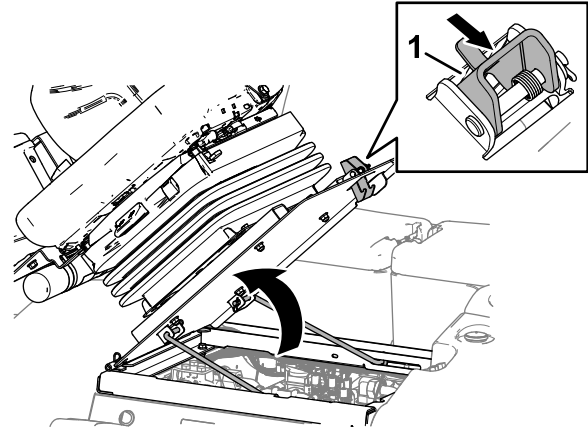

Рисунок 107
1. Переместите фиксатор сиденья наружу (Рисунок 107).